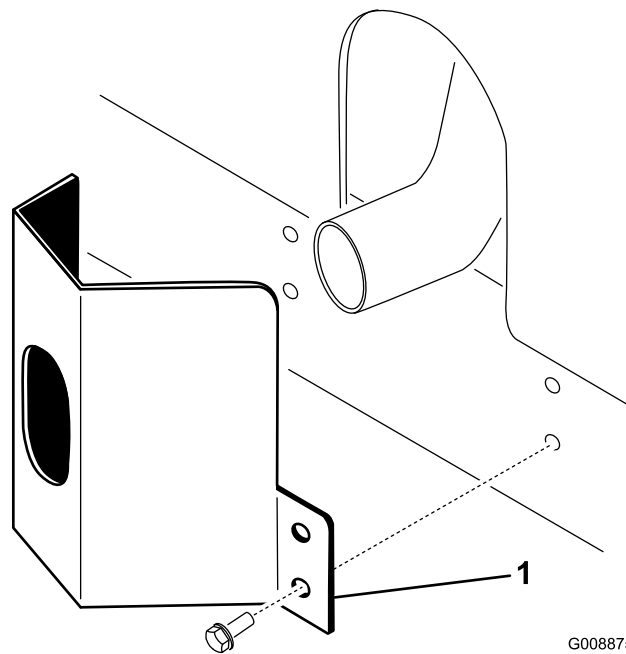

Bild 7
1. Positionieren Sie das Auspuffschutzblech um den Schalldämpfer, während Sie gleichzeitig die Befestigungslöcher auf die im Rahmen abstimmen (Bild 7).
2. Befestigen Sie das Auspuffschutzblech mit vier Blechschauben am Rahmen (Bild 7).